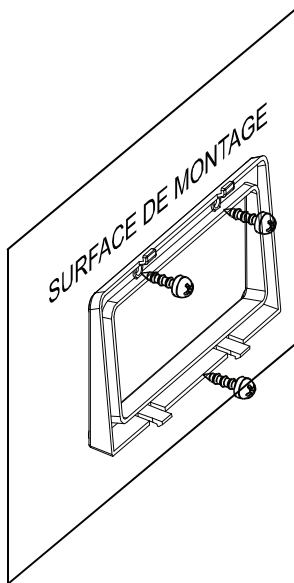

Figure 7b
2. Percer 3 trous sur le mur de montage et insérer 3 vis dans les fentes du support puis serrer les vis afin de fixer le support (voir Figure 7b).